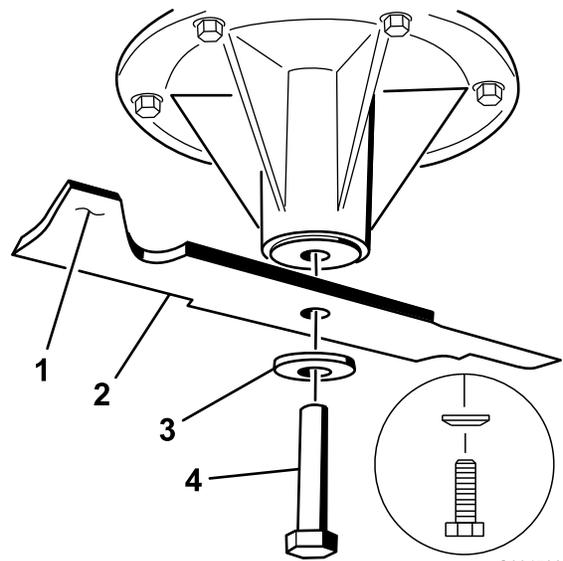

Figura 102
2. Retire a cavilha da lâmina, a anilha curva, e a lâmina do eixo (Figura 102).